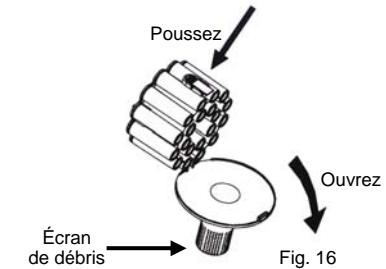

Fig. 16
1. Tenez la chambre cyclonique par la partie supérieure au-dessus d'une poubelle et appuyez sur le bouton de dégagement de la porte inférieure de la chambre cyclonique pour enlever la poussière. (Fig. 16)